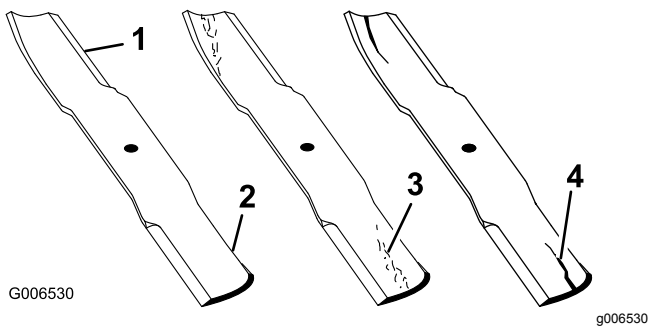

Figura 62
1. Inspeccione los filos de corte (Figura 62).
4. Si observa fisuras, desgaste o la formación de una ranura en esta zona, instale de inmediato una cuchilla nueva (Figura 62).